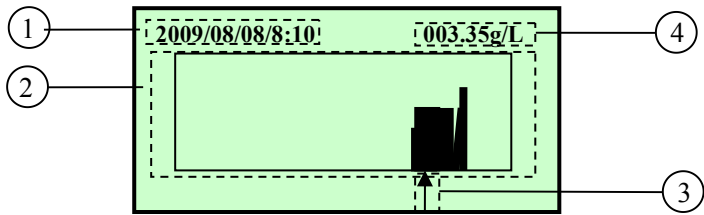

图 3-44 历史数据界面
仪表每隔 5 分钟将自动记录测量的数据，一页能显示 12 个小时的历史记录，在仪表信息菜单内选择“2 历史数据”后按“SET”键，就出现如图 3-44 所示的历史数据显示界面，标号①的时间是箭头所指数据的测量时间，箭头移动时，时间相应变化；标号②为历史数据比例显示区，曲线的高度是历史数据相对当前设置量程的比例，曲线达到最大高度时表示数据大于或等于当前设置的量程值；标号③的箭头用于指示当前显示的历史数据的位置，箭头可以通过“▼”和“▲”键移动，此时标号①和④对应的时间和浓度将跟随箭头位置的变化而变化，当箭头移动到最左端时，如果继续按“▲”键，将显示前 12 小时内的历史数据，同样，如果当箭头位于最右端时，如果继续按“▼”键，仪表将显示下一个 12 小时的历